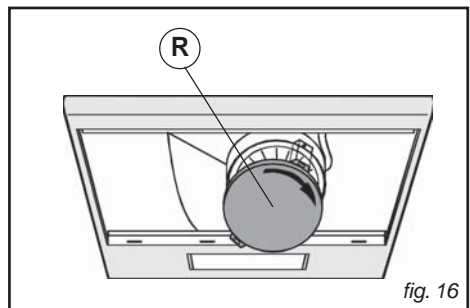

fig. 16
• **Sustitución del filtro de carbón (fig.16)**